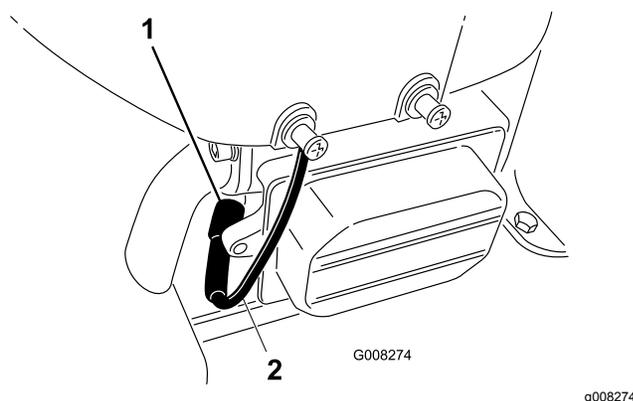

Figura 27
6. Scollegate il cappello dalla candela (Figura 27).
8. Togliete la candela e la rondella metallica (Figura 27).
3. Collegate il cappello alla candela (Figura 27).